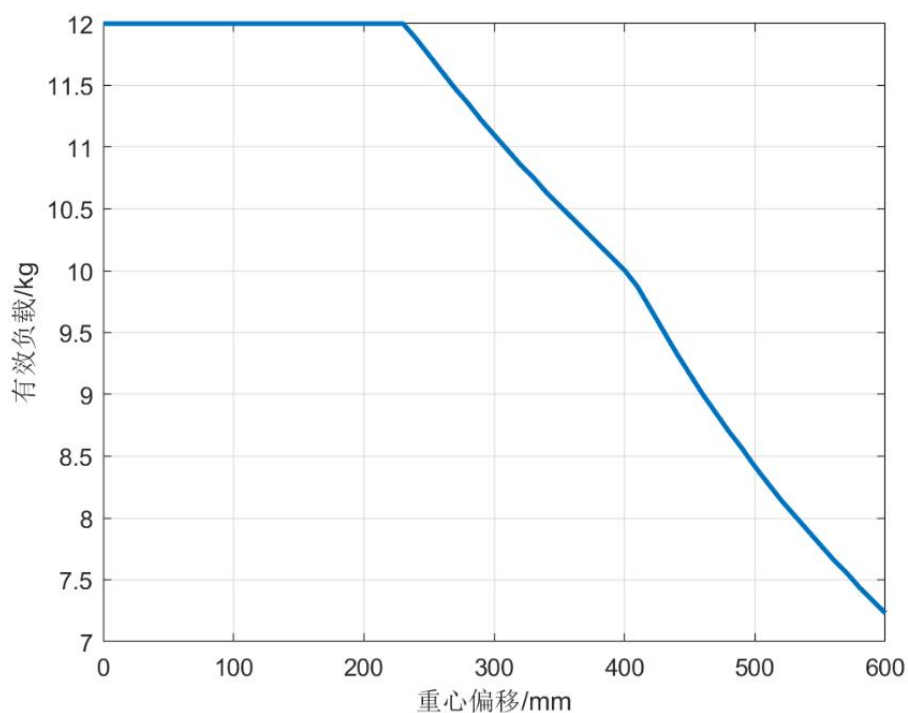

图 B-7 G12 有效载荷和重心偏移曲线
- G12 协作机器人有效载荷和载荷重心偏移的关系曲线如图 B-7 所示。